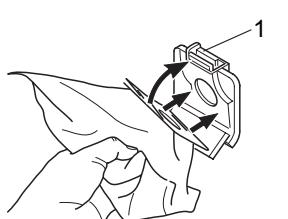

Abb. 21
- Drücken Sie den Halte-Clip (Abb. 21/1) nach hinten und setzen Sie den neuen Staubbeutel wie in (Abb. 21) gezeigt ein.